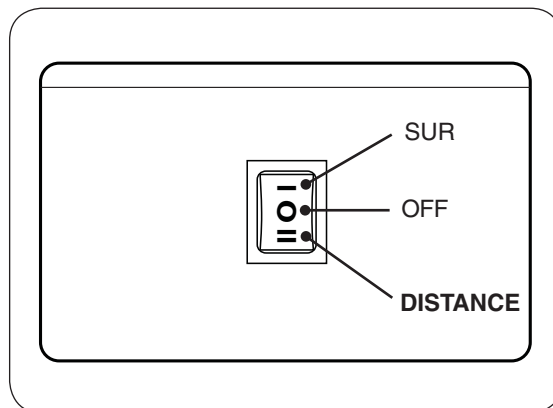

Fig. 14-1 Boîte de contrôle, détail interrupteur
1. Localisez le commutateur à 3 positions sur le boîtier de commande (voir Fig. 14-1). Appuyez sur l'interrupteur sur la position ON.